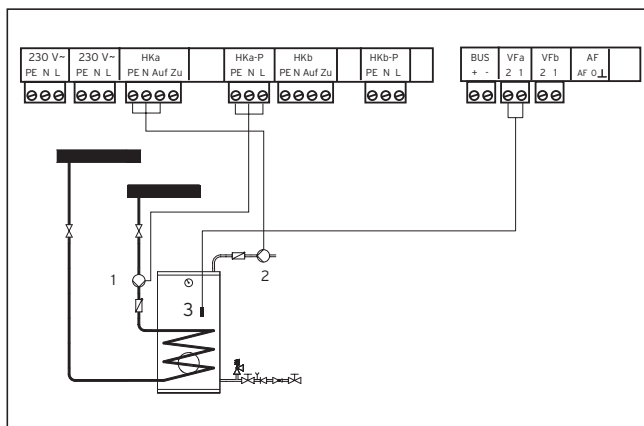

Рис. 4.2: Подключение контура отопления со смесителями в качестве контура нагрева водонагревателя
- Выполните монтаж присоединительных проводов согласно рис. 4.2.
Пояснение к рис. 4.2: